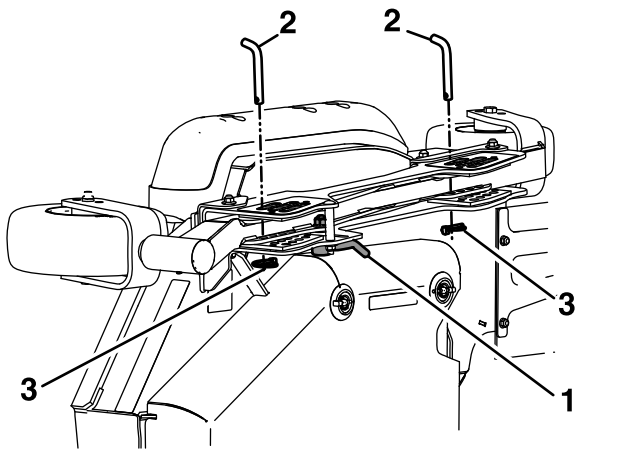

Figura 26
- B. Abra los bloqueos de leva situados en el canal de altura de corte de la carcasa lateral (Figura 26).
- D. Mueva la carcasa lateral a la altura deseada e instale los pasadores de ajuste de la altura de corte y los pasadores de seguridad (Figura 26).